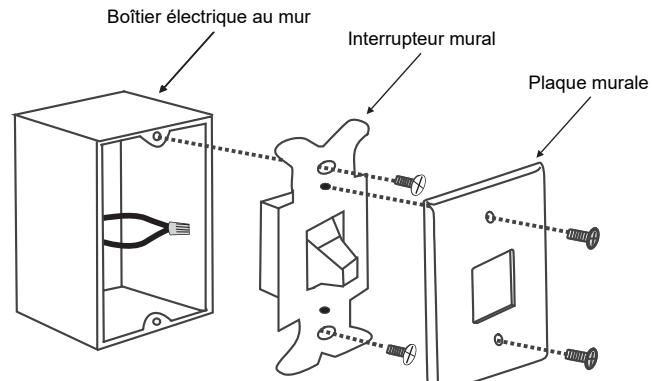

Fig. 23
**Étape 1.** Retirer la plaque et l'interrupteur muraux existants du boîtier mural existant. Déconnecter les fils de l'interrupteur. À l'aide d'un connecteur de fils, connecter les fils NOIRS ensemble (courant), et replacer les fils à l'intérieur du boîtier électrique (**Fig. 23**); ou choisir un nouvel emplacement pour un nouveau boîtier électrique mural.